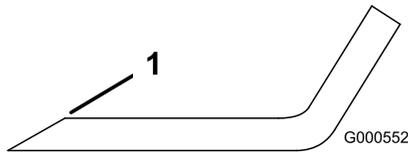

Figure 90
1. Au moyen d'une lime, aiguissez les tranchants aux deux extrémités de la lame (Figure 90).